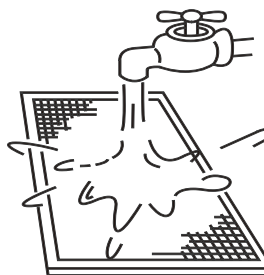

Figura 14.3
- b. La sección de entrada de aire debe estar hacia abajo cuando se utiliza agua limpia. (Consulte la Figura 14.3)